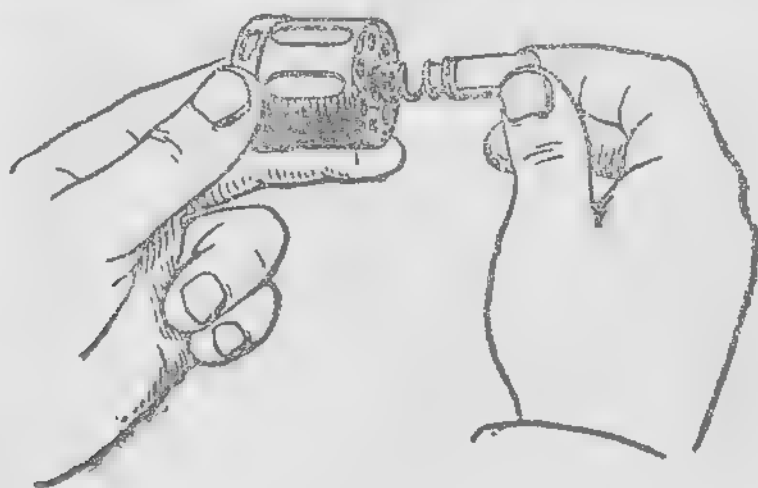

Рис. 29. Как вынуть подвижную трубку с пружиной.
2) **вынуть подвижную трубку барабана:** повернуть трубку за ее выступающий конец настолько, чтобы метка на ней пришлась против продольного паза барабана, вынуть трубку и снять с нее спиральную пружину (рис. 29);